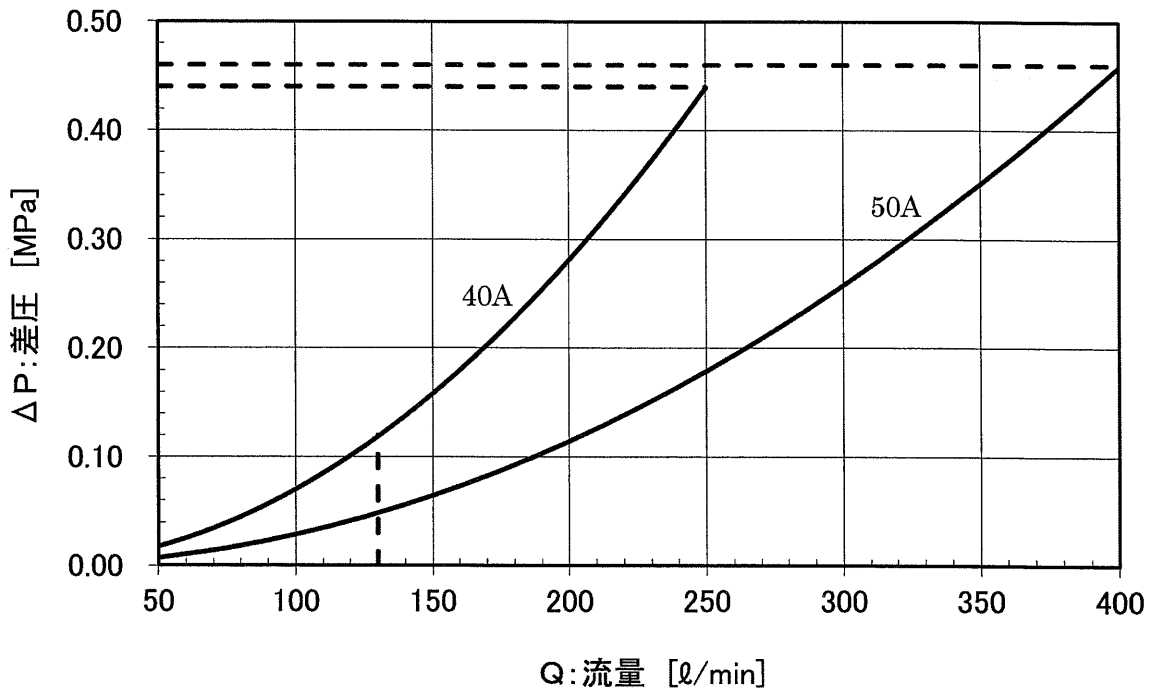

図5 流量－差圧線図
5.5 所要流量を満たすには図5の線図より、各呼び径の ΔP （一次側圧力と二次側圧力の差圧）を選択してください。